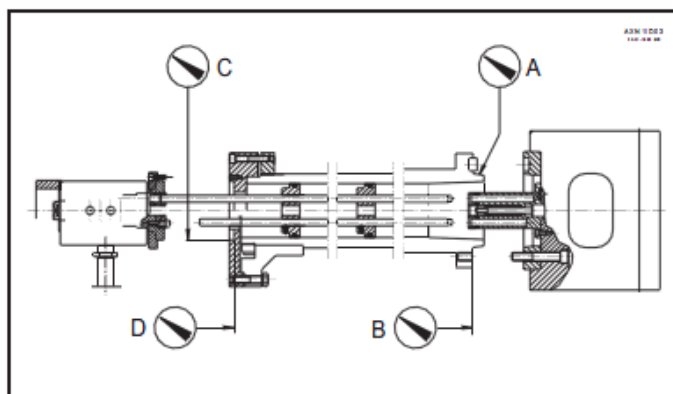

рисунок 2
поверхности патрона к хвостовику шпинделя соответствует допустимому отклонению согласно стандарта №1708 ISO (подходящие условия для вращающихся станков), с размером и объемом, совместимыми с приведенными в рассмотрении (смотрите рисунок 2 и соответствующую выдержку из нормы ISO).
3.13 Установите фланец  $FI$  на заднем конце шпинделя станка. Проверьте, что круговые колебания центрированы по отношению к коллектору и перпендикулярны к поверхности настолько точно, насколько это возможно, и что заложенные значения не превышают 25% от таких же допустимых для передней части хвостовика шпинделя (смотрите рисунок 2 и таблицу 1).